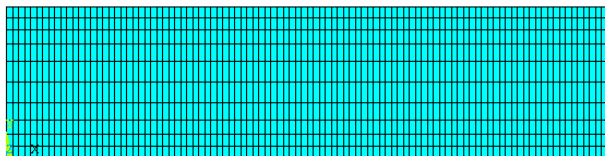

图 8-16 网格划分结果显示
⑦依次选择 Main Menu→Preprocessor→Meshing→Mesh→Area→free, 单击“Pick All”按钮, 网格划分后的效果如图 8-16 所示。